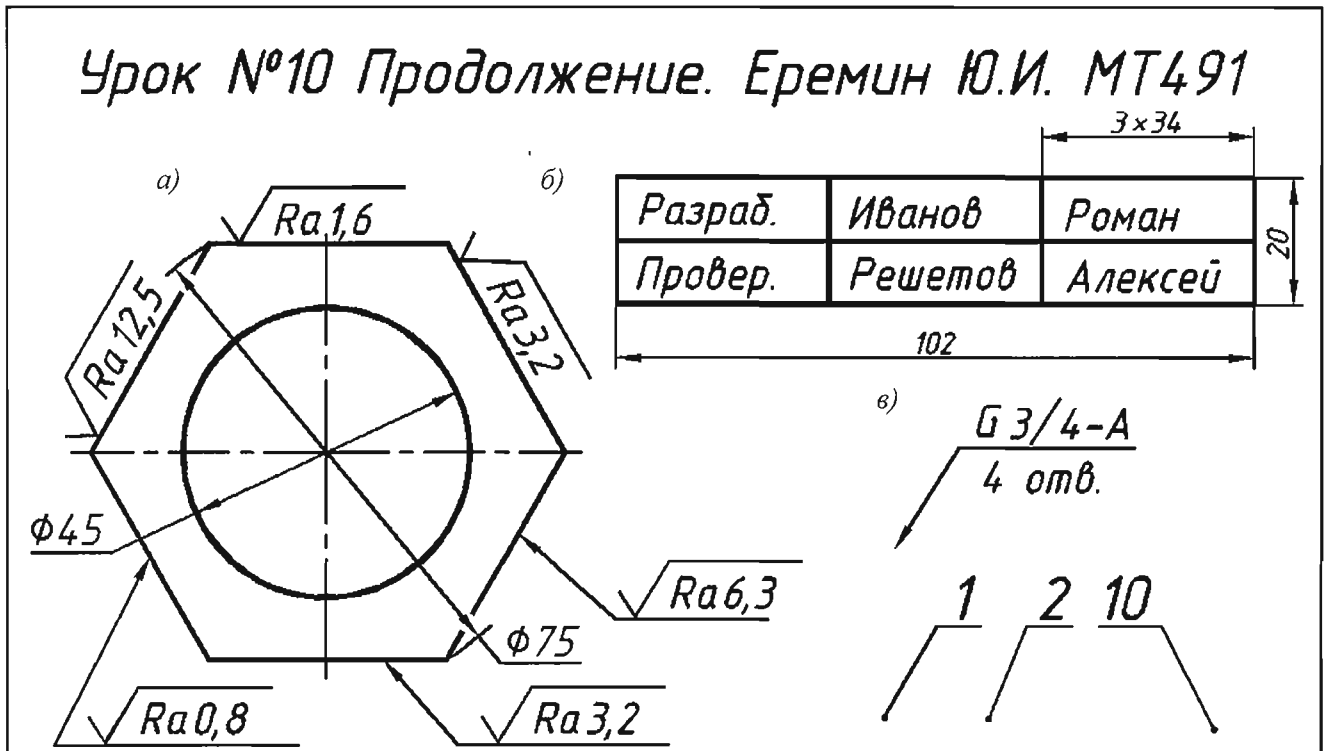

Рис. 11.3. Чертеж к третьему заданию
10.2.3. Начертить шестиугольник с окружностью в центре. Создать блок с атрибутами знака шероховатости, выполнить чертеж по образцу (рис. 11.3, а). Изображение сгруппировать. Проверить возможность редактирования атрибутов. Создать таблицу (рис. 11.3, б) и линию-выноску в виде блока с атрибутами (рис. 11.3, в).